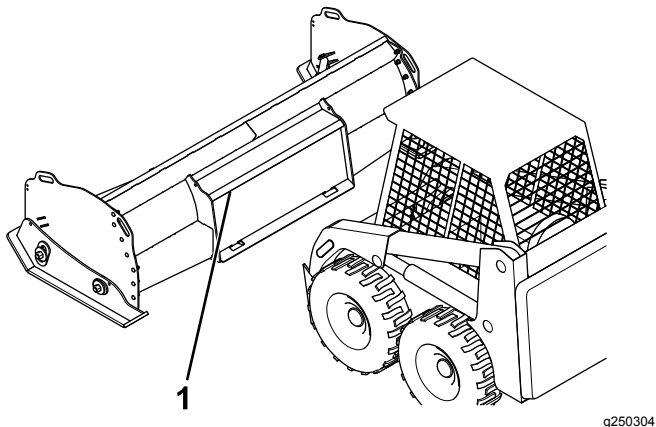

Figure 6
1. Conduisez la machine à direction articulée en marche avant dans l'arrière du cadre du chasse-neige (Figure 6).